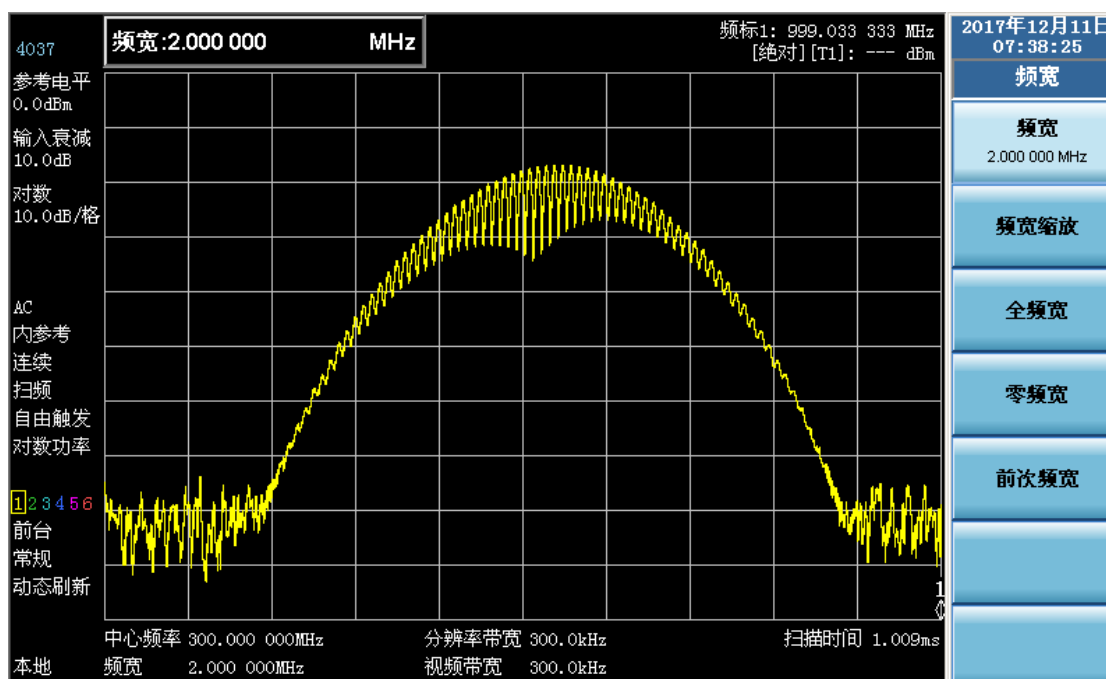

图 3-2 不能区分两个等幅信号
- 4) 可以看到频谱分析仪显示屏幕中只有一个信号峰值，如图 3-2 所示。